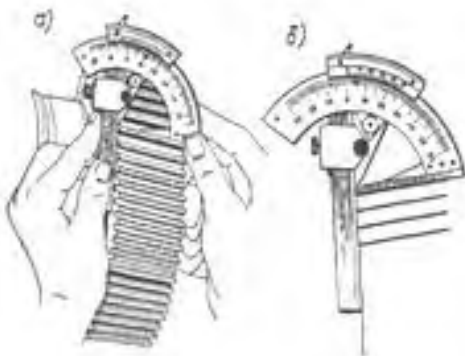

Рисунок 2 – Способы измерения угла наклона зубьев
4. Произвести замер угла β наклона зубьев непосредственно по диаметру выступов с помощью универсального угломера (рисунок 2 а) или по отпечаткам зубьев на бумаге (рисунок 2 б), предварительно нанеся на них тонкий слой краски.